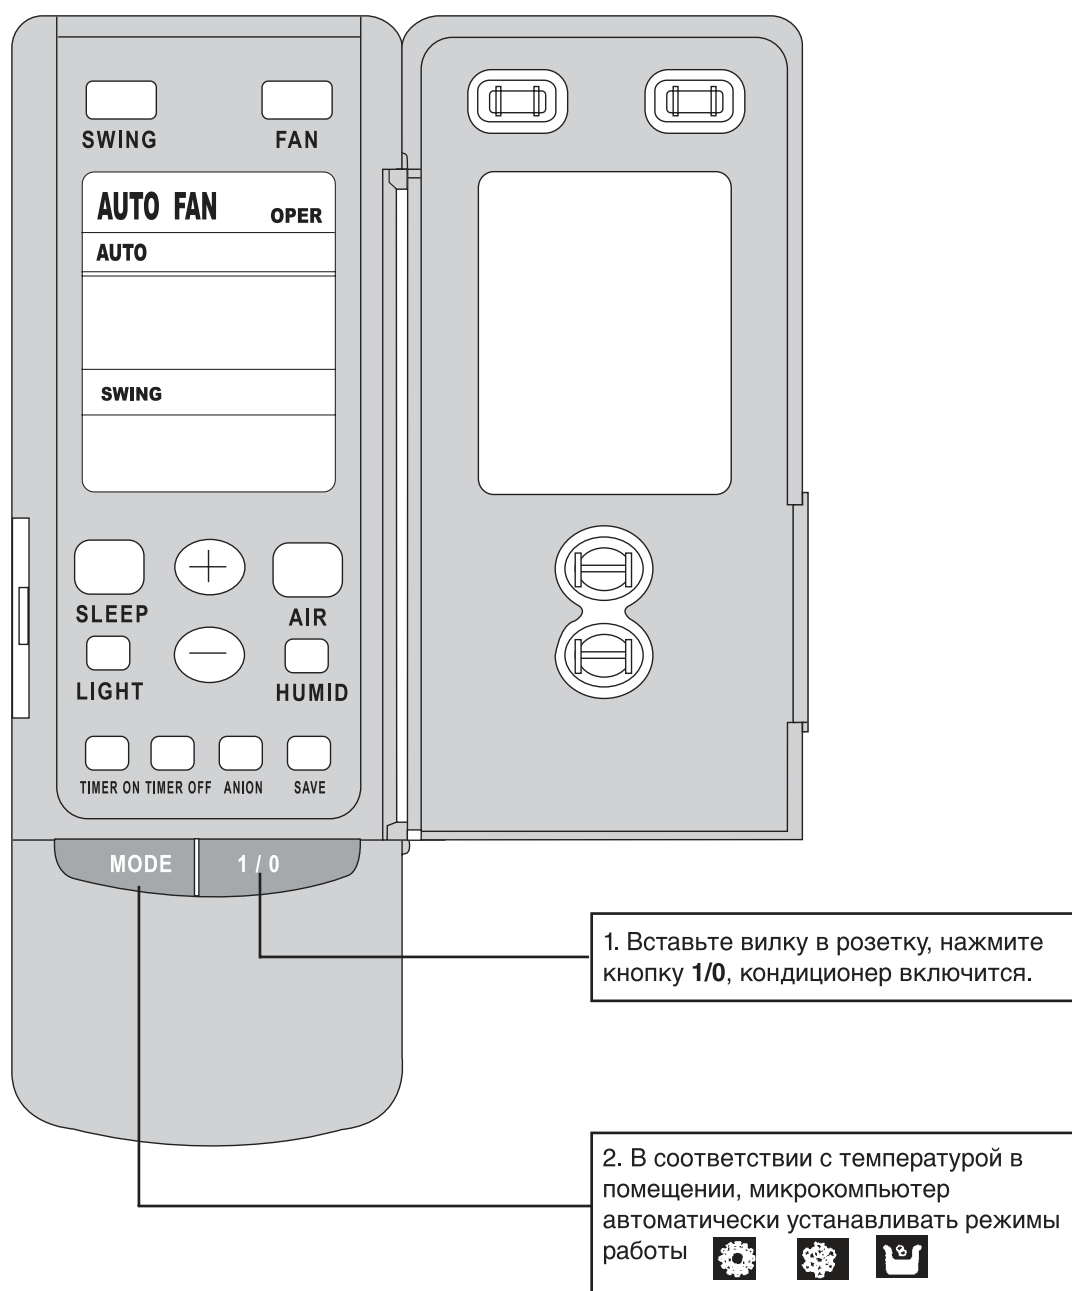

Рис. 3.6
3.1.6 Работа в режиме АВТОМАТ (рис. 3.6).